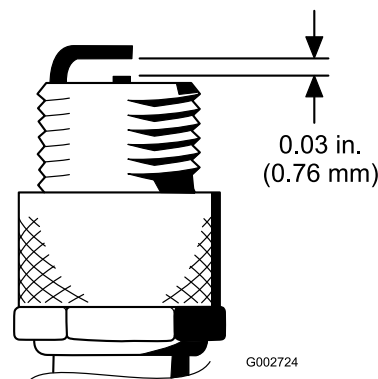

Figura 45
4. Ajuste el hueco entre los electrodos central y lateral a 0,76 mm (Figura 45).